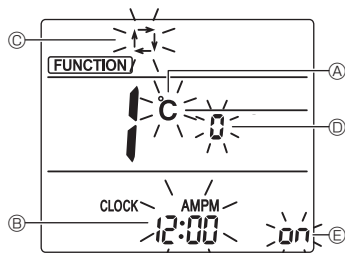

Fig. 7-10
3. Kontrollér, at funktionsnr. "1" vises, og tryk derefter på **SET**-knappen 3. Skærmen til visningsindstilling vises. (Fig. 7-10)